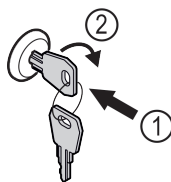

Fig. 188 Beispielhafte Darstellung
- ▶ Schlüssel hineindrücken Fig. 188 (1).
- ▶ Schlüssel um 90° im Uhrzeigersinn drehen Fig. 188 (2).